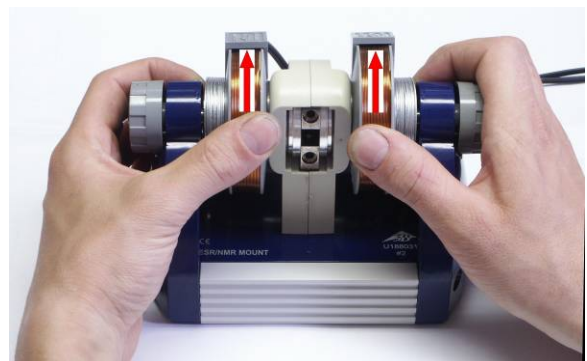

Fig. 10 Déplacer les aimants
7.5.3 Desserrer légèrement les vis moletées et faire sortir les aimants d'1 à 2 mm de la position de fin de course. Presser pour cela, à l'aide des pouces, les deux bobines vers l'arrière appuyant sur l'unité de base avec les doigts (fig. 10). Serrer les vis moletées tout en observant le "Peak".